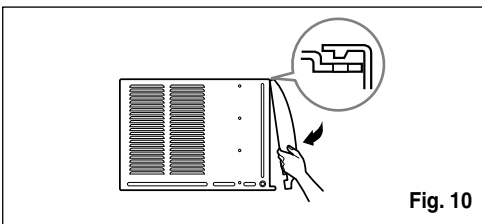

Fig. 10
13. Pegue el panel frontal a la caja insertando los fijadores en el panel adentro los del panel de la caja. (Ver Fig. 10)